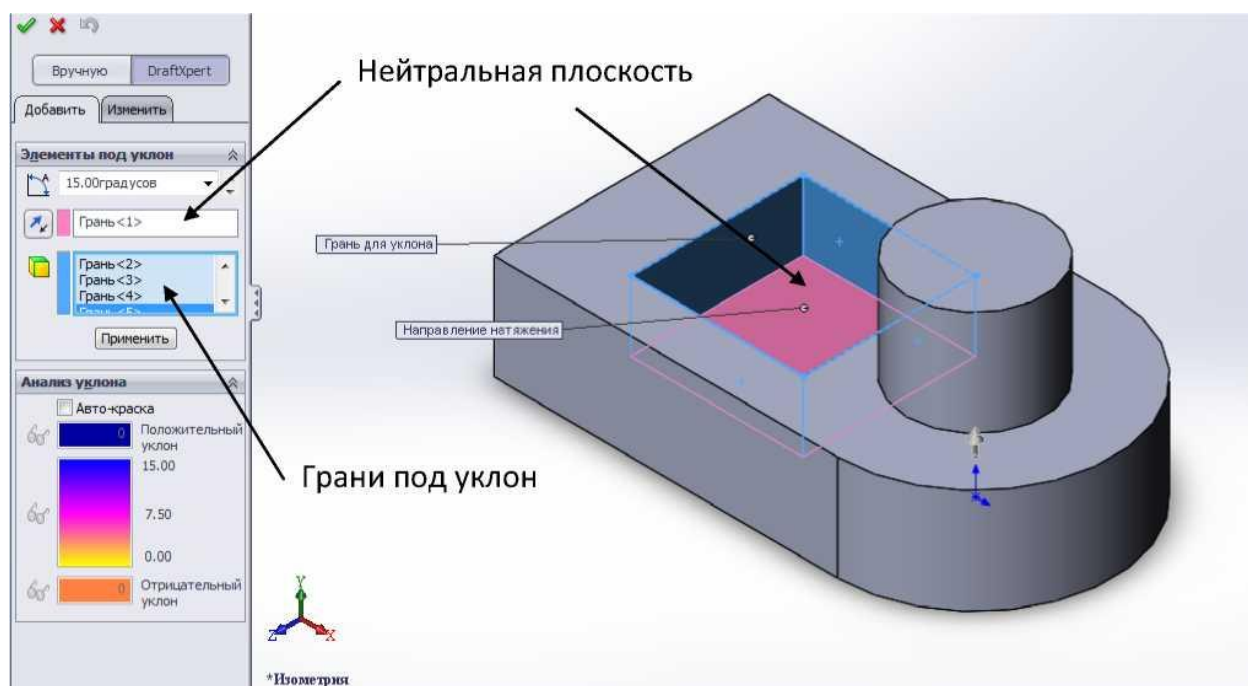

Рис. 26. Створення уклона
- в діалоговому вікні “Грани под уклон” прописати бічні грані квадратного вирізу послідовним натисканням на них лівою кнопкою миші. З метою зручності вибору граней під уклон рекомендується обернути деталь. На рис. 26 приведений приклад встановлення значень елементів деталі для створення елементу “Уклон”.